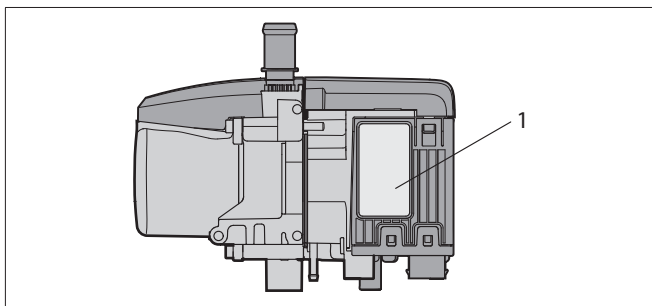

Figura 6
La placa del fabricante (1) se encuentra fijada en la parte lateral del calentador. La segunda placa del fabricante (duplicado) se adjunta al calentador y debe ser pegado bien visible en el vehículo, véase Figura 6.